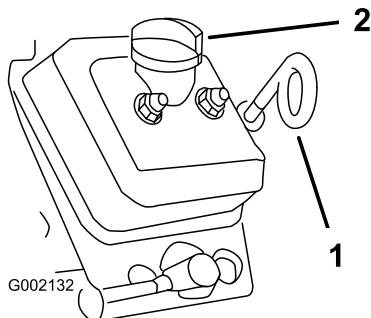

Figura 35
5. Utilice un trapo para limpiar alrededor de la varilla de aceite y el tapón de llenado (Figura 35) para impedir que caiga suciedad por el
6. Retire la varilla y límpiala con un trapo (Figura 35).
7. Deslice la varilla en el tubo y asegúrese de que entre a fondo (Figura 35).
10. Coloque el tapón de llenado (Figura 35).
11. Instale la varilla de aceite y asíéntela firmemente (Figura 35).